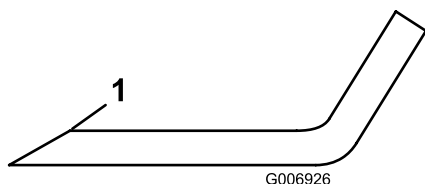

Figure 34
1. Au moyen d'une lime, aiguisez le tranchant aux deux extrémités de la lame (Figure 34) en veillant à conserver l'angle de coupe d'origine. Limez la même quantité de métal sur chacun des deux tranchants pour ne pas déséquilibrer la lame.